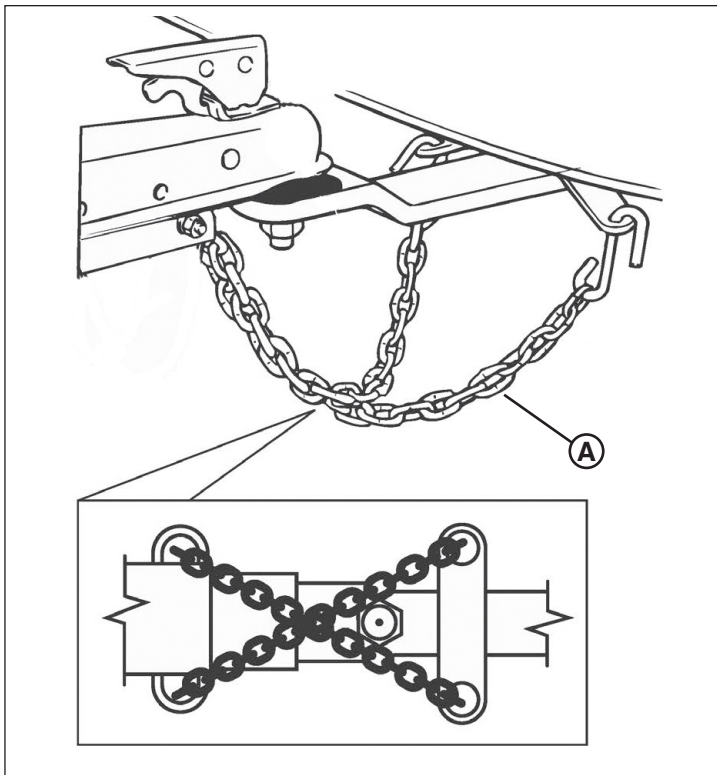

Figura 7
6. Conecte las cadenas de seguridad (A, Figura 7) al armazón del enganche del vehículo remolcador. Cruce las cadenas debajo de la lengua, como se muestra en la Figura 7. Deje suficiente holgura en las cadenas para permitir los giros, pero no demasiada como para que estas tengan contacto con la superficie del camino.